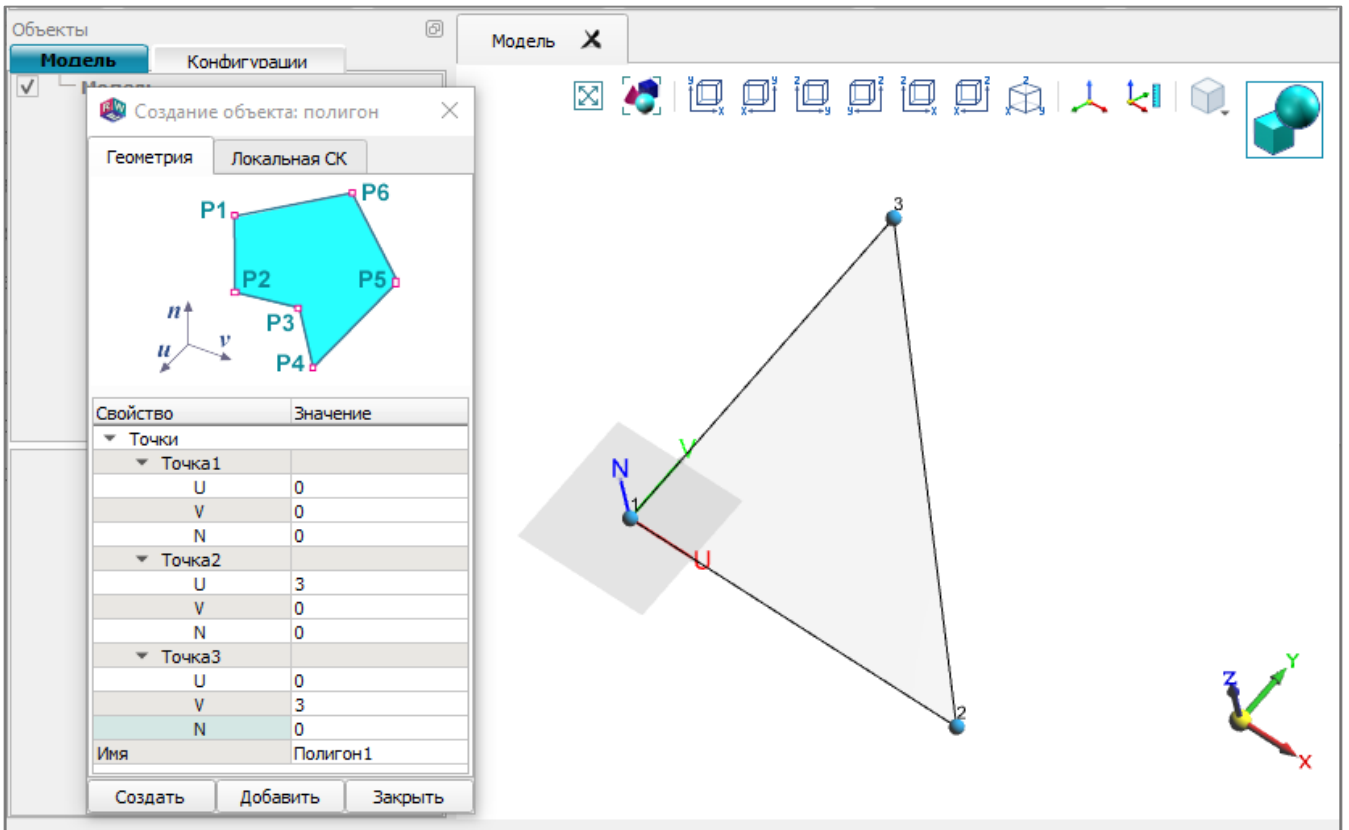

Рис. 22
1) добавить в модель примитив *Полигон*, выполнив команду  «Полигон» на ленте меню «Геометрия». В окне визуализации появится треугольник с выделенными вершинами. Одновременно будет выведено окно редактирования свойств объекта «Создание объекта: полигон» (рис. 22);